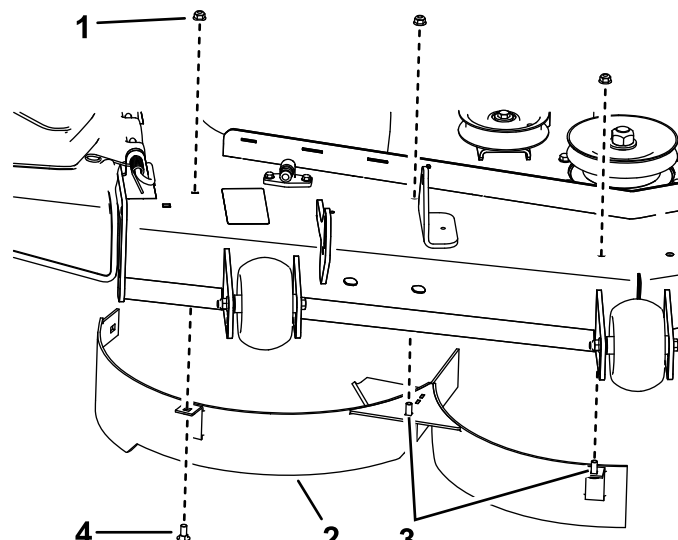

**Figura 5**
- Rimuovete i dadi e i bulloni dalla posizione illustrata nella Figura 5.